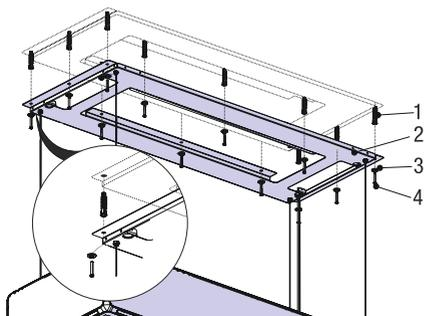

Fig. 22
7. ➔ Avvitare la lamiera per la sospensione a soffitto, già fissata al soffitto con viti prigioniere 12x 5,5 x 60, con tasselli di plastica  $\text{Ø}10$ mm (Fig. 22).